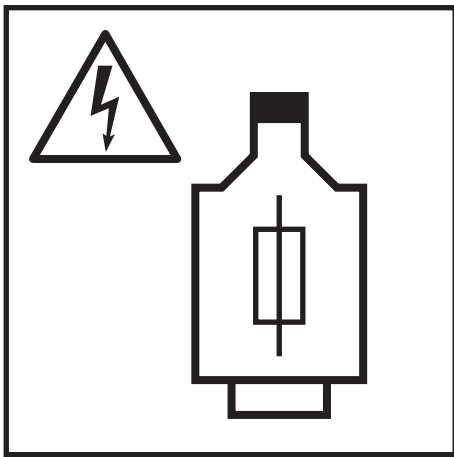

Fig.: 13
2. Incorporar protecciones para cada una de las fases (Fig.: 13)